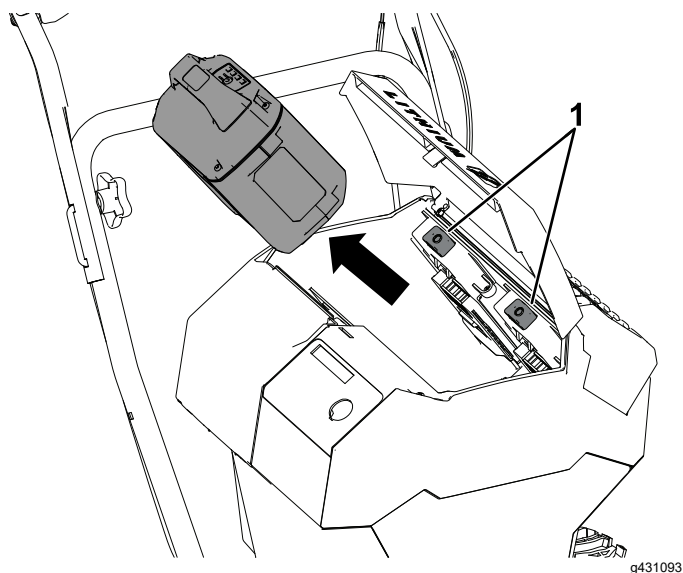

Figura 19
2. Presione el cierre de la batería para liberar la batería, y retire la batería (Figura 19).